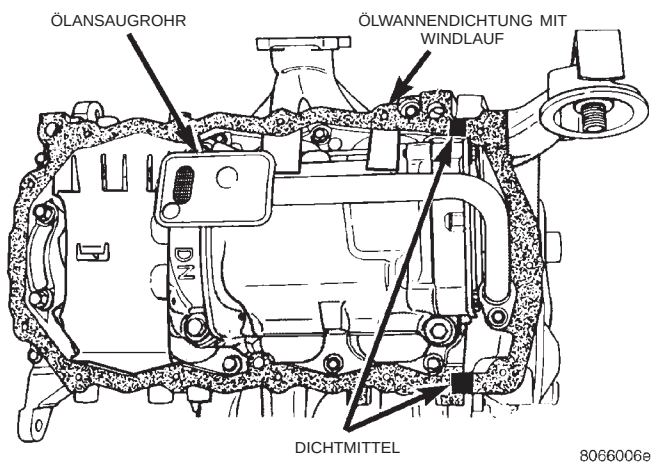

Abb. 60 Einbau der Ölwanneabdichtung
- (2) Dichtung am Motorblock auflegen (Abb. 60).
- (3) Ölwanne montieren und Schrauben mit einem Anzugsmoment von 12 N·m (105 in. lbs.) festziehen.